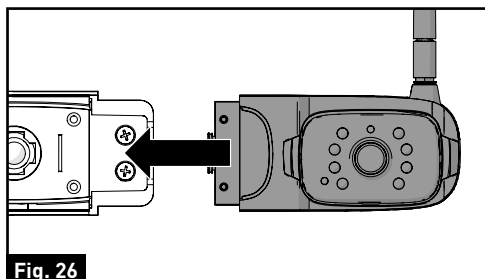

Fig. 26
6. Insérez la caméra avant ou arrière dans la base du feu et fixez-la avec les deux vis autotaraudeuses fournies. (Fig. 26 et 27)